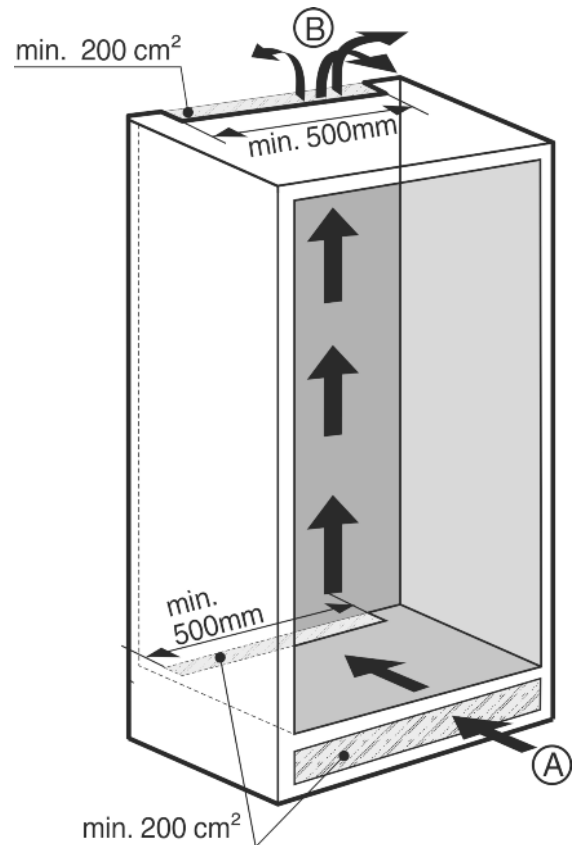

Fig. 4
- Es muss ein wirksamer Lüftungsquerschnitt von mindestens 200 cm² pro Gerät an Lufteintritt Fig. 4 (A) und Luftaustritt Fig. 4 (B) vorhanden sein.